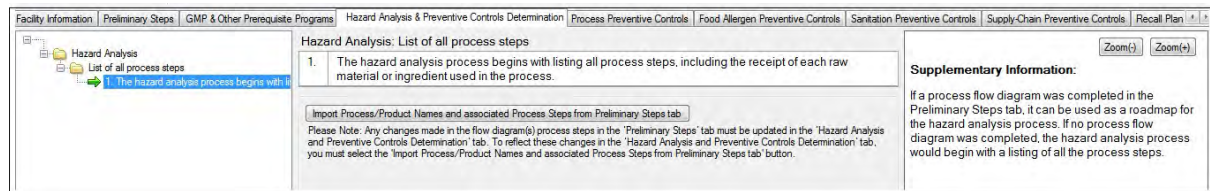

図38: プロセス手順インポートのボタン
- b) 示されたテキストフィールド(図38参照)に必要な製品／プロセス名を入力する。製品／プロセス名と関連のプロセス手順は、FSPBツールが適切な順番で適切な情報を取得できるよう、必ず示された例にしたがい入力すること。注: 手順番号内のスペースや形式は重要である。